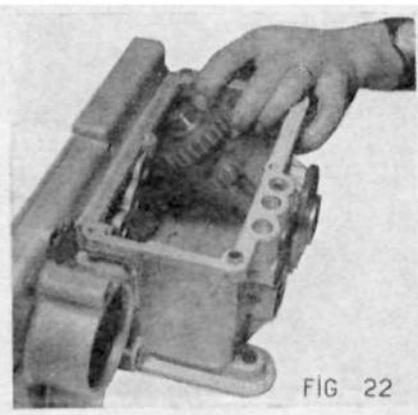

FIG 22
- Sortir l'arbre de marche AR par l'intérieur de la boîte en le dégageant en biais (fig. 22).